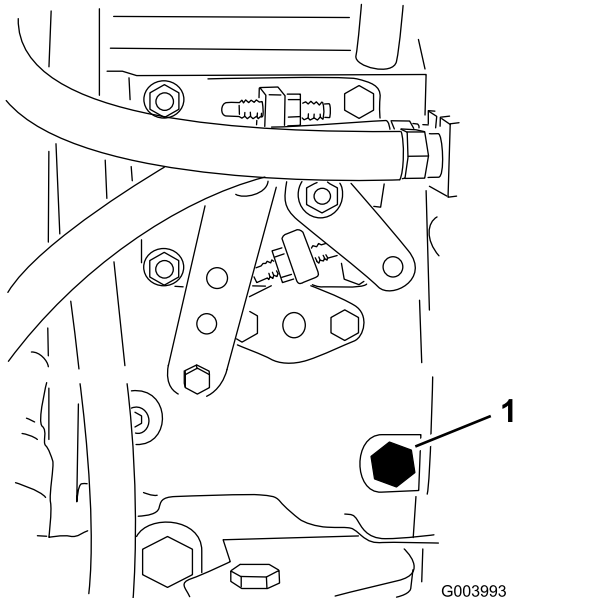

Figure 35
- Desserrez la vis de purge sur la pompe d'injection (Figure 35) à l'aide d'une clé de 12 mm.